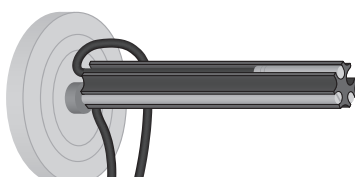

Figure 12 : Le capteur du thermomètre et les capteurs de température affleurent avec la face frontale du module enfichable ou dépassent légèrement.
3. Disposez le thermomètre et les capteurs de température de manière à ce qu'ils affleurent avec le côté frontal ou dépassent légèrement (► *figure 12*).